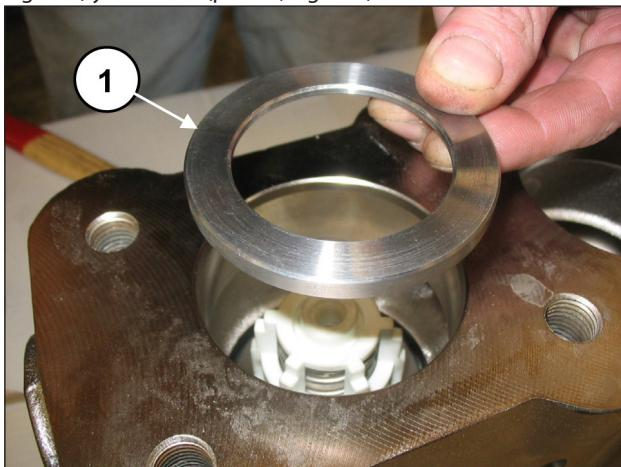
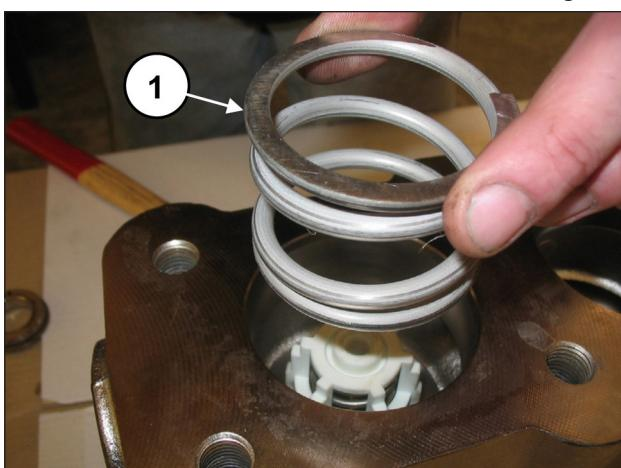

Fig. 125
Fig. 126
Introducir la anilla en el alojamiento de la válvula (pos. ①, Fig. 125) y el muelle (pos. ①, Fig. 126).